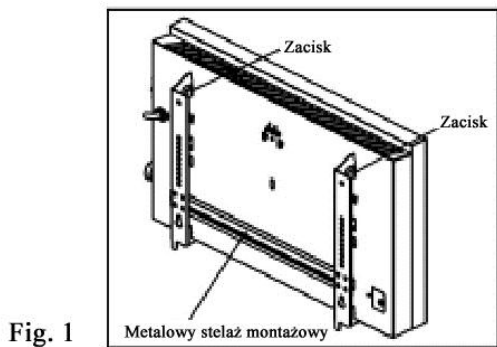

Fig. 1
- 1) Wcisnąć zaciski na metalowym stelażu montażowym, a następnie odciągnąć stelaż w dół (fig.1).